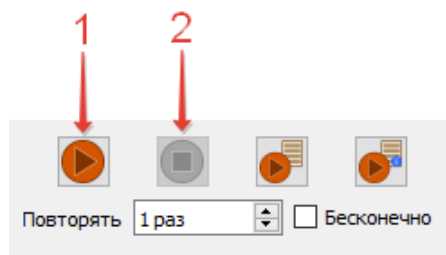

Рисунок 14 – Кнопки запуска и остановки измерений
1. Нажмите кнопку (1) (рисунок 14) для запуска заданной последовательности измерений.
2. Нажмите кнопку (2) (рисунок 14) для остановки измерений.